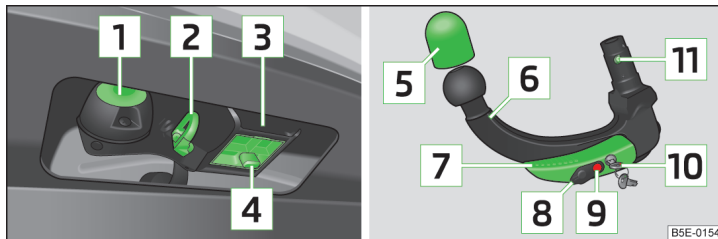

Abb. 155 Träger der Anhängervorrichtung / Kugelstange
Träger der Anhängervorrichtung und Kugelstange » Abb. 155
- › Die Kappe **4** » Abb. 155 auf Seite 171 nach unten abziehen.
- Die Abdeckkappe **4** » Abb. 155 auf Seite 171 auf den Aufnahmeschacht stecken.